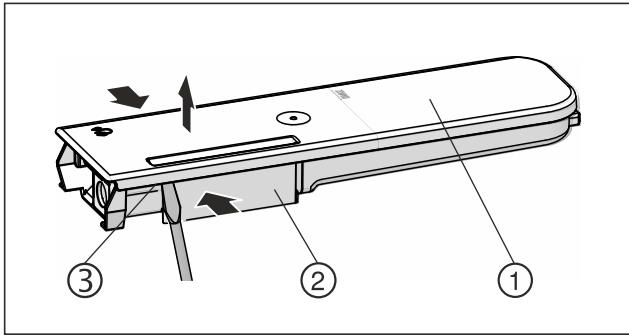

Fig. 151
- ▶ Притисніть бак для води Fig. 151 (2), обережно підчепіть і потягніть угору кришку Fig. 151 (1) за допомогою фіксувальних язичків Fig. 151 (3).
- ▶ Обережно порушайте кришку Fig. 151 (1) вперед-назад і зніміть її вгору.